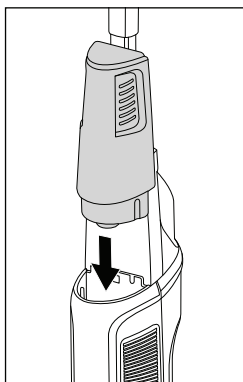

Fig. 11
- ◆ Capovolgere il contenitore dell'acqua pulita ❶ e spingerlo nuovamente nello scomparto situato in alto sul lato anteriore dell'apparecchio (vedere fig. 11).
- ◆ Spingere il contenitore dell'acqua pulita ❶ verso il basso lungo le scanalature dello scomparto finché il contenitore dell'acqua pulita ❶ non s'innesta udibilmente restando saldamente attaccato all'apparecchio.